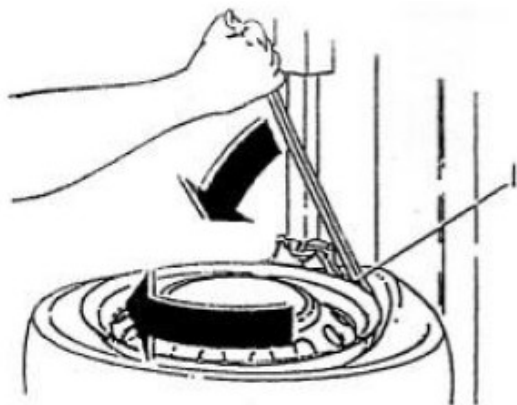

Рис. 17
- Специальным рычагом поднимите борт и закрепите его на язычке головки (рис. 17, 18)